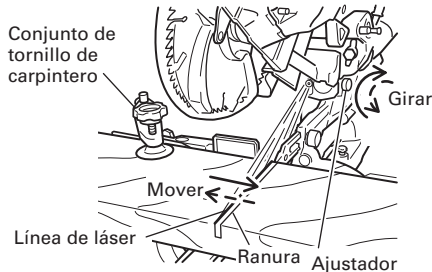

Fig. 22
(1) Encienda el marcador láser y efectúe una ranura de aproximadamente 3/16" (5mm) de profundidad en una pieza de trabajo de unos 25/32" (20mm) de alto y 5-29/32" (150mm) de ancho. Sostenga la pieza de trabajo ranurada mediante el tornillo de carpintero tal como está, y no la mueva. Para el trabajo de ranurado, refiérase a "11. Procedimientos de corte de ranuras" en la página 83.
(2) Luego, gire el ajustador y desplace la línea de láser. (Si gira el ajustador en el sentido de las agujas del reloj, la línea de láser se desplazará hacia la derecha y si lo gira en sentido contrario a las agujas del reloj, se desplazará hacia la izquierda.) Cuando trabaje con la línea de tinta alineada con el lado izquierdo de la hoja de sierra, alinee la línea de láser con el extremo izquierdo de la ranura. (Fig. 22) Cuando la alinee con el lado derecho de la hoja de sierra, alinee la línea de láser con el lado derecho de la ranura.
(3) Tras ajustar la posición de la línea de láser, trace sobre la pieza de trabajo una línea de tinta en ángulo recto y alinee la línea de tinta con la línea de láser. Cuando alinee la línea de tinta, deslice gradualmente la pieza de trabajo y asegúrela con el tornillo de carpintero en la posición en que la línea de láser coincida con la línea de tinta.